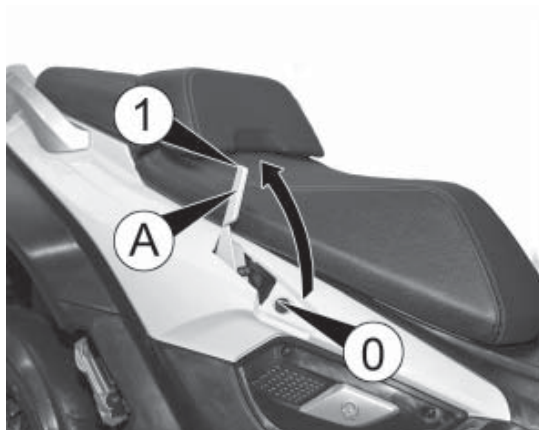

fig. 7
- ruotare la leva A fig. 7 del freno di stazionamento, ubicata sul lato destro dello scooter, dalla posizione 0 alla posizione 1;